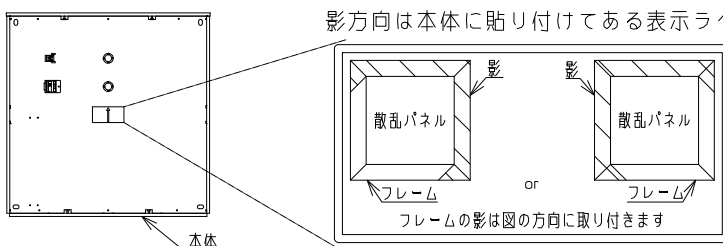

図1
8. 取付時、フレームの影方向は2パターン可能です。本体とフレーム影の位置関係については図1をご参照ください。